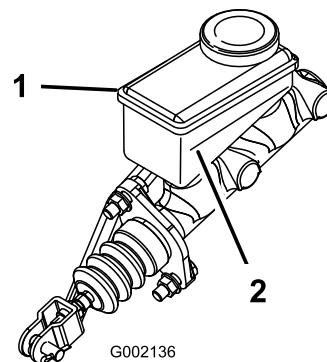

Figure 14
3. Observez le repère de niveau sur le côté du réservoir (Figure 14).
- Versez du liquide de frein DOT 3 dans le réservoir jusqu'à ce que le niveau dépasse le repère minimum (Figure 14).
- Placez l'obturateur en caoutchouc au sommet du tableau de bord (Figure 14).